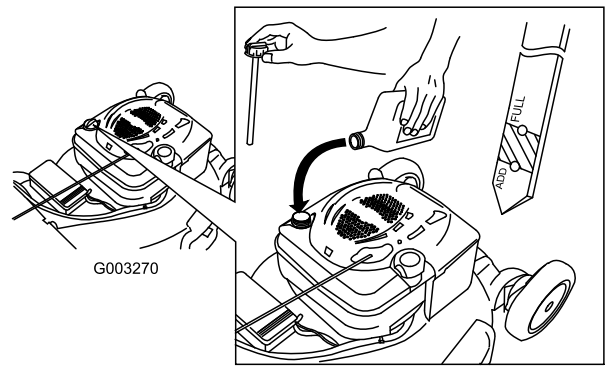

Bild 10
2. Nehmen Sie den Peilstab heraus und prüfen Sie den Ölstand (Bild 10). Wenn der Ölstand unter der Nachfüll-Marke ist, gießen Sie **langsam** Öl in den Einfüllstutzen, um den Ölstand auf die Voll-Marke am Peilstab anzuheben. **Füllen Sie nicht zu viel ein.** (Max. Füllstand: 0,59 l des Typs: Waschaktives SAE 30-Öl mit der Klassifizierung SF, SG, SH, SJ, SL oder höher durch das American Petroleum Institute (API).)
1. Nehmen Sie den Peilstab heraus und wischen Sie ihn ab. Stecken Sie ihn dann ganz ein (Bild 10).